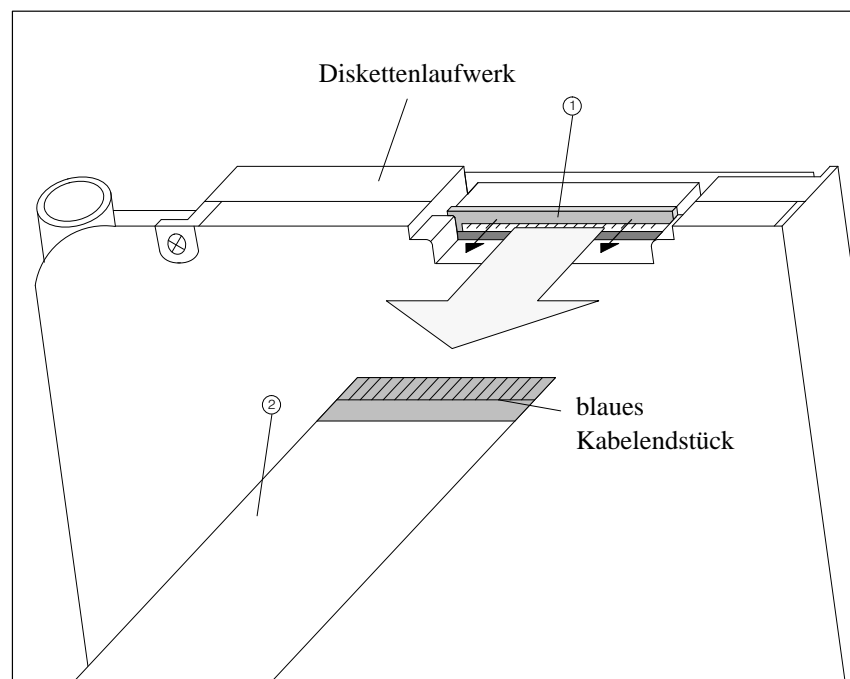

Bild 6-5 Klemmenverschluß lösen und Stecker des Flachbandkabels herausziehen
1. Klemmenverschluß ① wie in Bild 6-5 gezeigt in Pfeilrichtung öffnen.
2. Flachbandkabel ② herausziehen.